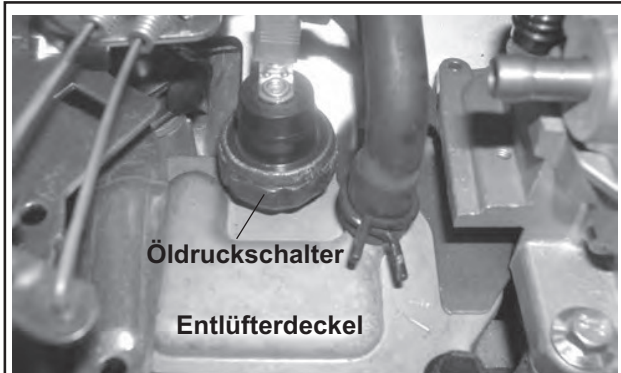

Abbildung 6-8. Position des Öldruckschalters Oil Sentry- (oder konischen Verschlusses).
Einige Motoren sind mit einem optionalen Öldruckwächterschalter Oil Sentry™ ausgestattet. Siehe Abbildung 6-8. Sinkt der Öldruck unter einen Mindestwert ab, steuert die Vorrichtung Oil Sentry™ die Abschaltung des Motors oder die Aktivierung eines Warnsignals, je nach Anwendung.
Der Öldruckschalter Oil Sentry™ wird in den Entlüfterdeckel integriert. Siehe Abbildung 6-8.
2. Den Schalter in die verschlossene Öffnung im Entlüfterdeckel einsetzen. Siehe Abbildung 6-8.